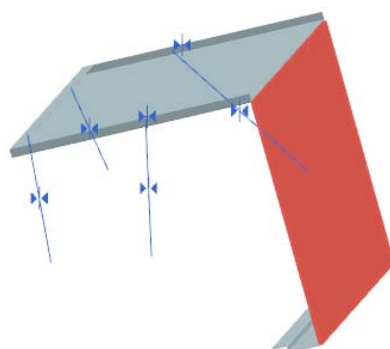

图 11-265 选择基础部件
(2) 在“添加组件”对话框中,设置“定位”为“通过约束”,单击 **<确定>** 按钮,打开“装配约束”对话框。选择“接触对齐”类型,在视图区选择相配部件和基础部件,如图 11-264 和图 11-265 所示。单击 **应用** 按钮。